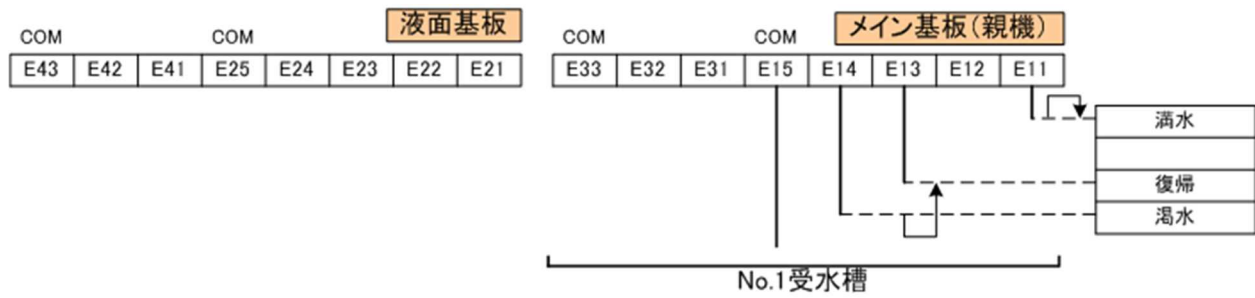

図 5-14
3. 図 5-14~25 について、BNEVS 型と BNLVS 型の場合は、メイン基板に親機の区別はありません。